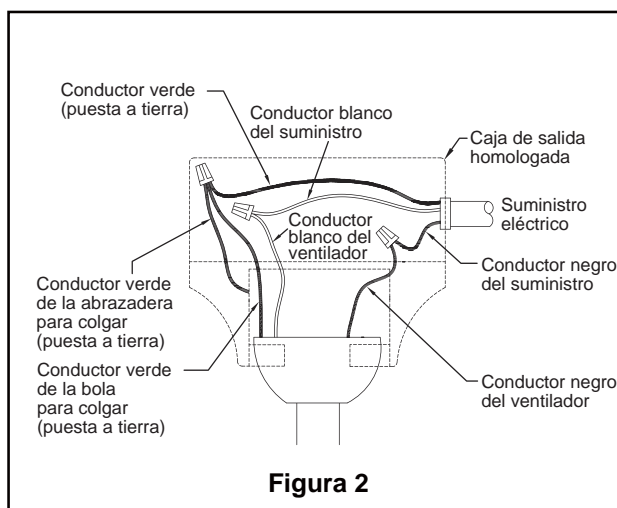

Figura 2
Debe colgar el ventilador a una distancia mínima de 2,13 m desde las aspas hasta el piso. (Figura 2)
1. Conecte el conductor verde con conexión a tierra de la bola para colgar y el conductor verde con conexión a tierra de la abrazadera para colgar al conductor de suministro con conexión a tierra (posiblemente un conductor desnudo o un cable con aislante verde). Conecte los cables a los conectores provistos de forma segura. Conecte el conductor blanco del motor del ventilador al conductor blanco (neutro) mediante el conector provisto de forma segura. Conecte el conductor negro del motor del ventilador y el conector azul al conducto negro mediante el conector provisto de forma segura. (Figura 2)
2. Coloque y ajuste firmemente la cubierta para el tornillo de la base sobre los tornillos de reborde de la abrazadera para colgar mediante el mecanismo de seguro por giro del chavetero. (Figura 2)
2. Fije los soportes de aspas al volante mediante los tornillos de 1/4"-20 x 16 mm a través de los orificios ubicados al costado del volante. (Figura 2)